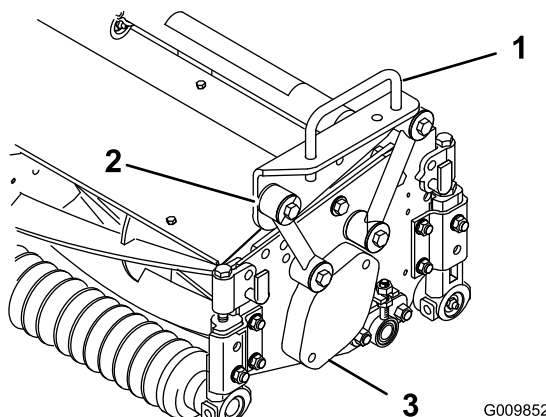
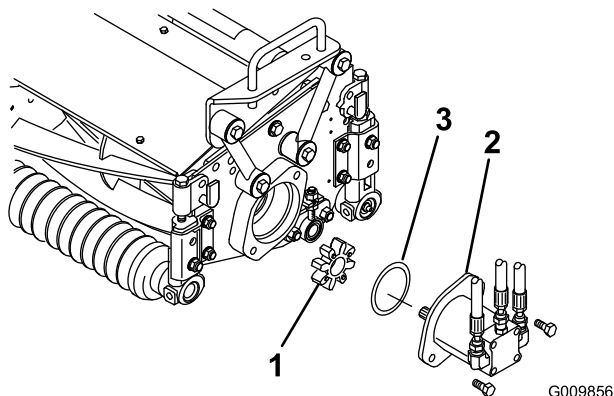

Figura 4
Figura 8
2. Coloque un bastidor en cada unidad de corte, alineando los taladros de montaje con los acoplamientos de montaje (Figura 4).
3. Fije cada acoplamiento de montaje al bastidor con un perno (3/8 x 2-1/4 pulgadas), 2 arandelas, y una contratuerca, según se muestra en Figura 4. Coloque una arandela en cada lado del acoplamiento al montarlo. Apriete a 42 Nm.
2. Retire la tapa del alojamiento del cojinete (Figura 4) del extremo interior de la unidad de corte derecha. Instale la tapa y la junta (suministradas con la unidad de corte) en el extremo exterior. Localice la corona de enganche (Figura 8) que se suministra dentro del alojamiento del cojinete.
3. Inserte la junta tórica (suministrada con la unidad de corte) sobre la brida del motor de transmisión (Figura 8).
4. Monte el motor y la corona de enganche en el extremo de la transmisión de la unidad de corte y fíjelos con los 2 pernos suministrados con la unidad de corte (Figura 8).